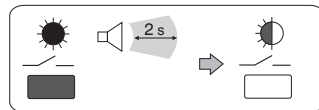

Fig. 8
- Maintenir la pression sur la **touche "—/—"** jusqu'à l'émission d'un simple signal sonore; puis la relâcher: **la LED est clignotante** (fig.8).